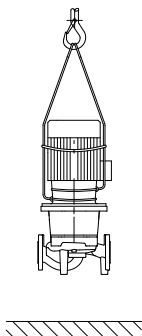

Fig. 34: Transporte de la bomba
- En este caso, las argollas de transporte del motor solo sirven como guía durante la suspensión de la carga (Fig. 34).